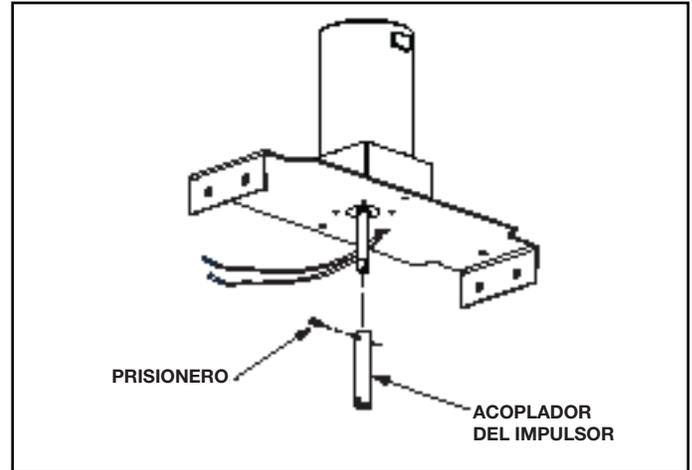

FIGURA 10
14. Monte el acoplador del impulsor en la flecha del motor y asegúrelo con el prisionero en el lado plano de la flecha del motor. Véase la Figura 10.